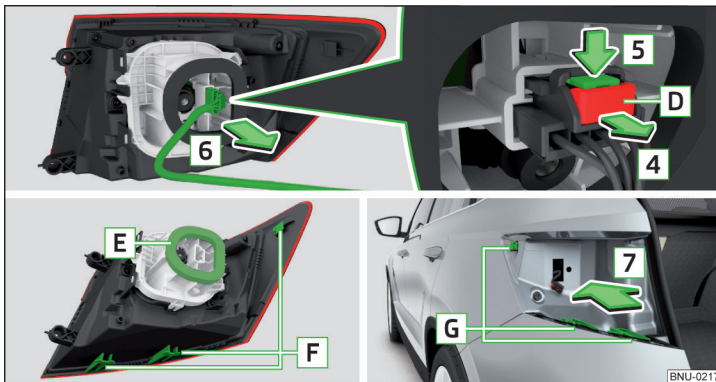

Fig. 344 Detașarea conectorului / montarea lămpii
- Trageți elementul de blocare **D** din conector în sensul săgeții **4** » fig. 344.
- Împingeți conectorul contrar sensului săgeții **6** » fig. 344 în blocul optic.
- Aveți grijă ca la remontarea lămpii să nu striviți cablajul între caroserie și lampă, iar garnitura **E** » fig. 344 să fie montată corect - în caz contrar există pericolul de pătrundere a apei și de deteriorare a instalației electrice.